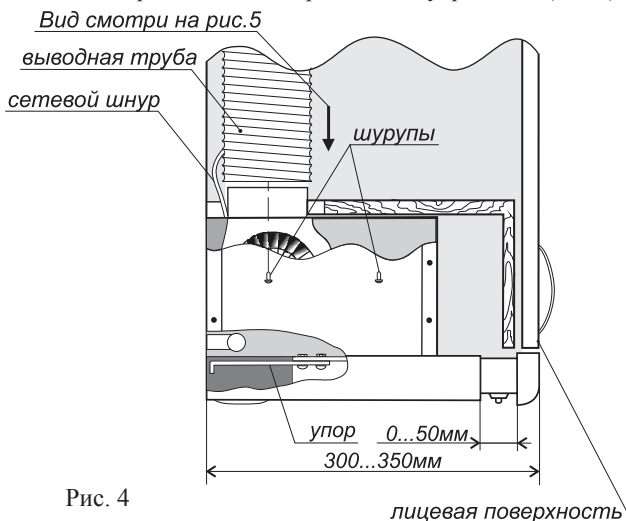

Рис. 4
- 6.2 Воздухоочиститель рассчитан для монтажа в шкафчик глубиной 300 мм. При этом лицевая поверхность шкафчика и панель воздухоочистителя будут находиться в одной плоскости. При большей глубине шкафчика (до 350 мм), Вы можете отрегулировать ход выдвижной панели так, чтобы в закрытом состоянии она была на одном уровне с лицевой поверхностью шкафчика. Для этого установите упор (рис. 3) и отрегулируйте его вылет (рис. 4). Если глубина Вашего шкафчика больше 350 мм, то при его изготовлении необходимо закрыть пространство за воздухоочистителем мебельной панелью.
- Вставьте воздухоочиститель со снятыми фильтрами в полость шкафчика и изнутри разметьте четыре крепежных отверстия по верхнему своду воздухоочистителя (рис.4).